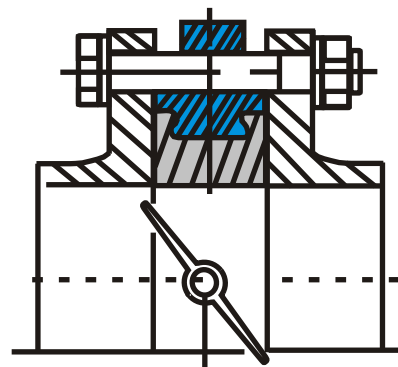

Рис. 6
- Медленно закройте и откройте дисковый поворотный затвор. Если установка затвора была проведена правильно, затвор должен свободно открываться и закрываться (рис. 6).